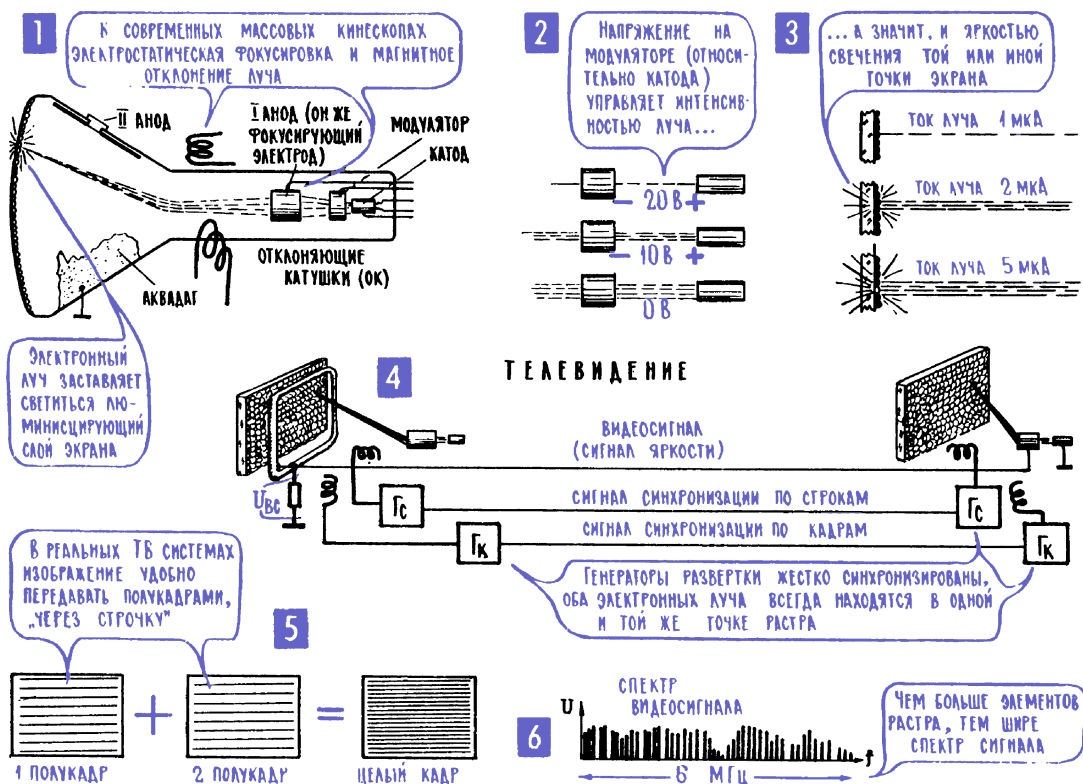

Рис. 13.8. Приемная телевизионная трубка – кинескоп
Для создания световой копии картинке используются особые вещества – люминофоры, которые светятся под действием электронной бомбардировки. Яркость такого свечения тем больше, чем выше энергия электронов и чем больше их попадает в люминофор за единицу времени. То есть если направить на люминофорную точку электронный луч, то можно менять ее яркость, изменяя ток луча (рис. 13.8; 2, 3). Ну, а дальше уже, как говорят шахматисты, дело техники. Создается электронно-лучевая трубка с люминофорным экраном – кинескоп (рис. 13.8; 1). На этот экран направляют острый электронный луч и заставляют его прочерчивать строку за строкой, двигаясь синхронно и синфазно с лучом иконоскопа. Одновременно меняют ток луча в кинескопе в соответствии с информацией, поступившей от иконоскопа (рис. 13.8; 4). В тот момент, когда луч иконоскопа считывает информацию с сильно освещенного участка фотокатода и по нагрузке R_n идет сравнительно большой ток, растет напряжение $U_{вс}$, которое «плюсом» подается на модулятор кинескопа (рис. 13.8; 4) и уменьшает действующий там «минус» смещения (часто видеосигнал $U_{вс}$ подается на катод кинескопа, что также меняет напряжение между модулятором и катодом). При этом увеличивается ток луча в кинескопе, и на его экране появляется яркая точка. А поскольку оба луча – в иконоскопе и в кинескопе – всегда находятся в одних и тех же точках раstra, то картинка на люминофорном экране кинескопа оказывается точной копией картинке на фотокатоде иконоскопа.
В устройстве кинескопа (рис. 13.8; 1) узнается много знакомых деталей. Катод, управляющий электрод (именно на него подается сигнал, который меняет ток луча, меняет яркость свечения точек экрана), ускоряющий электрод (первый анод), фокусирующий электрод, катушки вертикального и горизонтального отклонения луча (на них подаются отклоняющие пилообразные напряжения строчной и кадровой развертки). Роль второго, главного анода в кинескопе выполняет аквадаг⁴ – токопроводящее покрытие, нанесенное изнутри на стекло трубки, на второй анод подается очень высокое напряжение 15, иногда и 20 тысяч вольт. Эти цифры не требуют
Первичные электроны, то есть быстрые электроны самого луча, на второй анод не попадают – они ударяют в люминофорный экран, заставляют его светиться и при этом выбивают из экрана медленные вторичные электроны. Вот их-то и собирает второй анод (рис. 13.8; 1) и отправляет обратно к источнику высокого напряжения. Этот процесс имеет принципиальное значение; если бы не выбрасывание вторичных электронов, то на люминофорном экране накапливались бы электроны самого луча и через некоторое время у экрана был бы гигантский отрицательный заряд. Таким образом, в кинескопе так же, как и в иконоскопе, замкнутая электрическая цепь создается с участием вторичных электронов.
телевидении, для того чтобы уменьшить мелькания картинки, передаются не целые кадры, а полукадры, и сменяют они друг друга в два раза чаще. Сначала, например, передаются все четные строки (первый полукадр), потом все нечетные (второй полукадр), потом опять все четные (первый полукадр) и т. д.⁶ При этом число полных кадров остается таким же, как в кино (то есть 25 кадров в секунду), а картинка меняется в два раза чаще (50 раз в секунду), что как раз и уменьшает мелькания экрана (рис. 13.8; 5). Что же касается отделения четных строк от нечетных, поочередной передачи полукадров и точного размещения строк на экране, то подобные задачи в электронных схемах решаются не очень-то сложными методами.
В принципе, можно было бы передавать изображение с более высокой четкостью, чем это предусмотрено мировыми стандартами, телевизионная техника позволяет прочерчивать кадр тысячами и даже десятками тысяч строк. Однако повышение четкости, увеличение числа строк не достается даром, оно сопровождается расширением спектра телевизионного сигнала (рис. 13.8; 6).
17. Телевизионные передачи могут вестись только на ультракоротких волнах. В нашей системе передачи изображения передающая трубка и приемная пока связаны проводами (рис. 13.8; 4). По этим проводам идет то, что мы называем видеосигналом, – меняющийся ток (напряжение) с очень широким спектром, от постоянной составляющей до примерно 6 МГц. Такую систему можно сравнить с передачей электрической копии звука по телефонным проводам (гл. 8; 5). А чтобы передавать телевидение без проводов, нужен еще канал радиосвязи – передатчик с антенной, излучающей радиоволны, и приемник, улавливающий эти радиоволны и вновь превращающий их в электрический сигнал (гл. 13; 5).